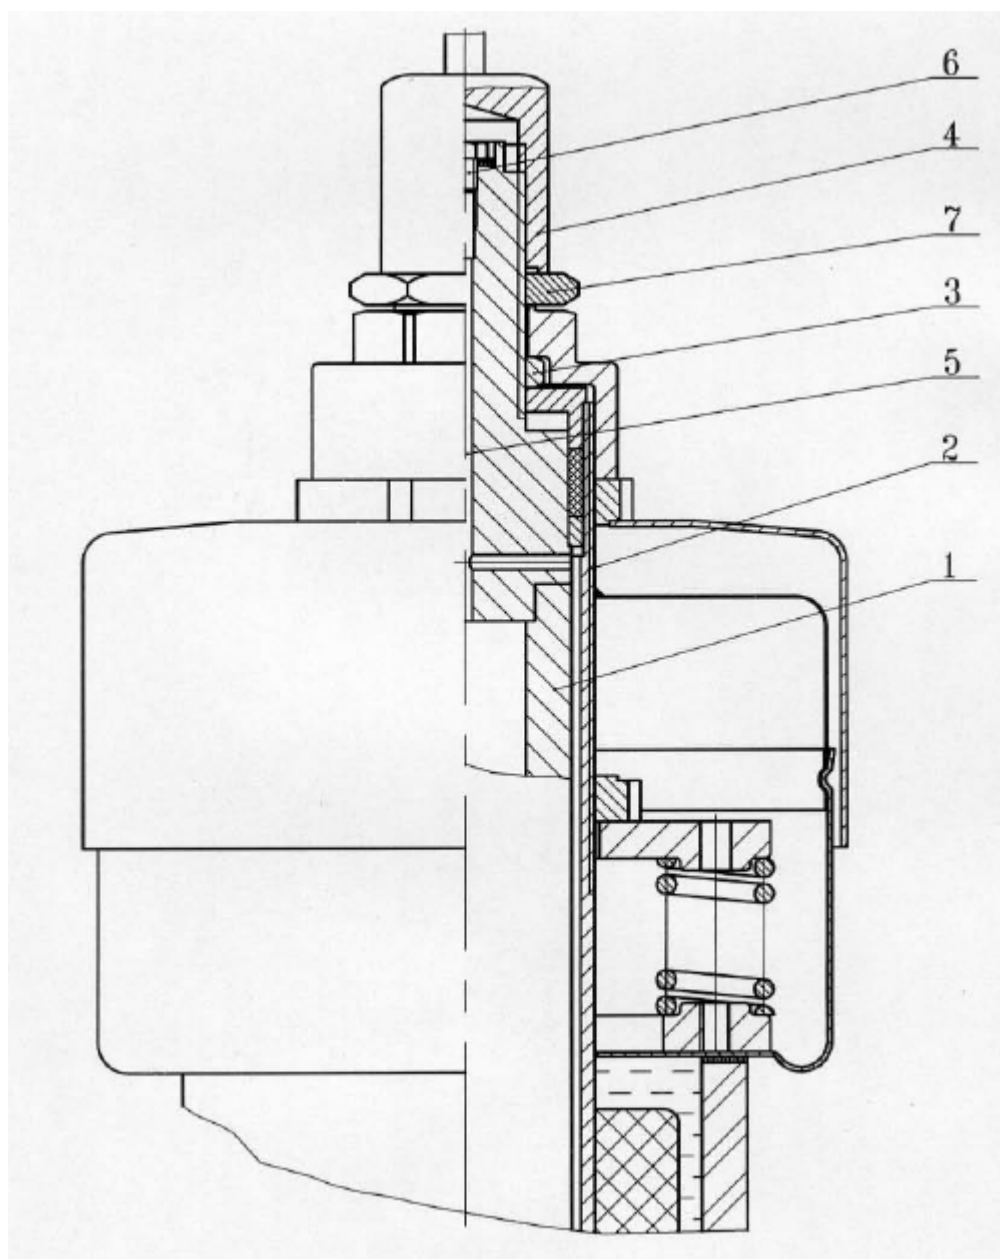
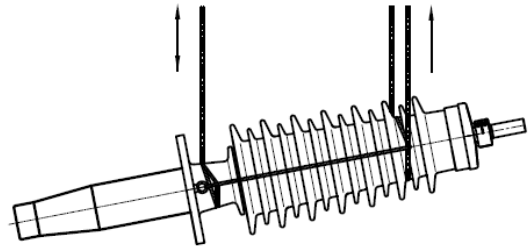

Рис.2 Верхняя часть ввода
Рис.5 Выведение ввода в вертикальное положение с помощью двух кранов
Токоведущий сердечник фиксируется на трубе в верхней части ввода (рис.2) при помощи гайки (поз.3). Внешняя контактная шпилька (поз.4) наворачивается на токоведущий стержень и фиксируется контргайкой (поз.7).
Для выведения ввода в вертикальное положение удобнее всего использовать два крана и мягкие стропы (см. рис. 5). При этом один строп охватывает петлей фланец и закрепляется на крюке одного из кранов. Два других стропа фиксируются за рым-болты фланца и направляются вдоль фарфорового изолятора. Вблизи головной части стропы должны быть продеты внутри петли из стропы, обвязанной вокруг изолятора, и прикреплены ко второму подъёмному устройству. Ввод двумя кранами поднимается в горизонтальном положении на необходимую высоту, затем фланцевый конец опускается вниз.
*Токоведущий медный сердечник (поз. 1, рис. 2) крепится к латунной трубе (поз. 2) с помощью гайки в верхней части ввода (поз. 3). Соответствующая затяжка этой гайки во время сборки ввода обеспечивает герметичность этого узла и механическую настройку сердечника ввода. Во избежание нарушения герметичности, а также механической настройки сердечника, недопустимо при установке ввода прибегать к откручиванию этой гайки.*
Зачальте ввод стропами, как это показано на рис.5 или 6, и осторожно, без рывков установите на выключателе. Затяжку болтов на опорном фланце производите равномерно по окружности. После заполнения бака выключателя маслом, для выравнивания уровня масла в нем и в зазоре между трубой ввода и токоведущим сердечником, необходимо снять с ввода внешнюю контактную шпильку (поз. 4, рис. 2) и вывернуть из деаэрационного отверстия токоведущего сердечника (поз. 5) винт-заглушку (поз. 6). После этого заверните обратно винт-заглушку (поз. 6) и установите на ввод внешнюю контактную шпильку (поз. 4).